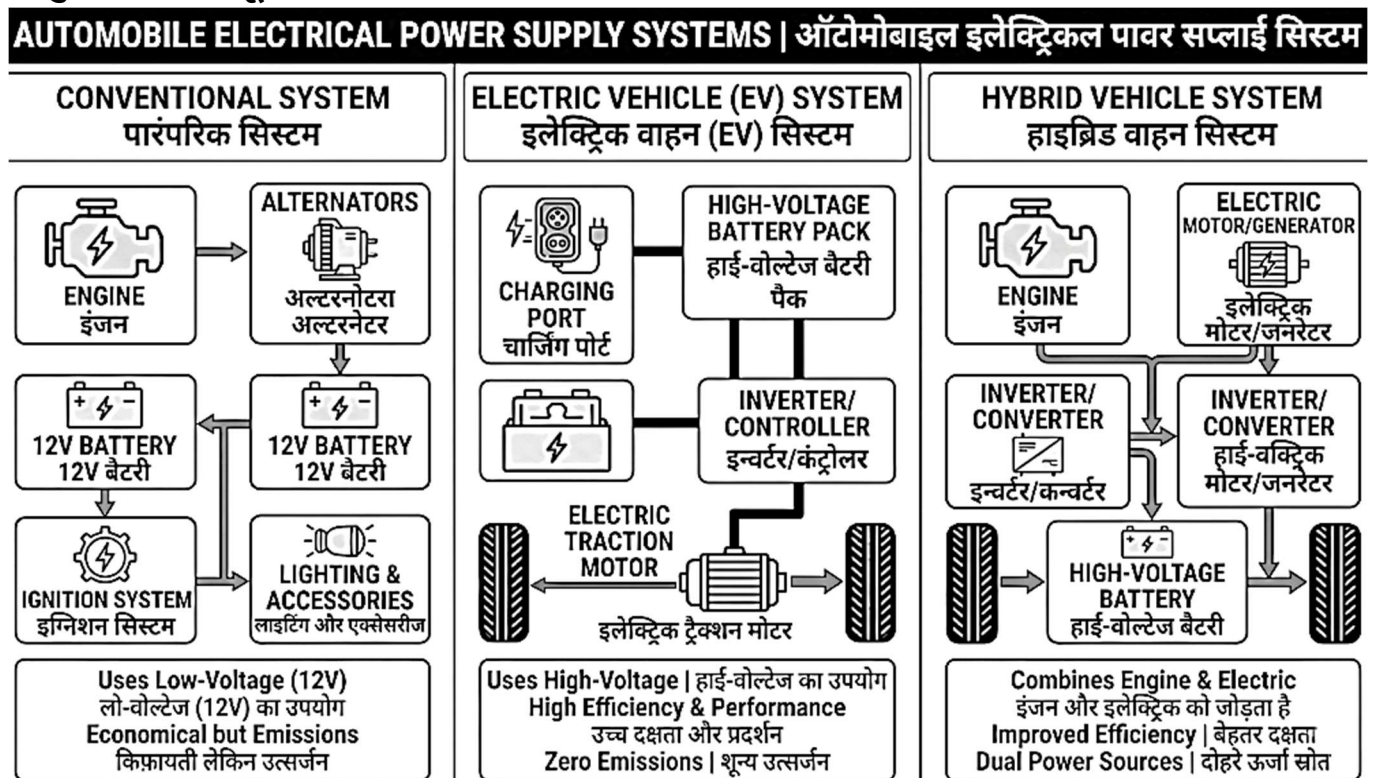

Fig. 7.2: Automobile Electrical Power Supply Systems | ऑटोमोबाइल इलेक्ट्रिकल पावर सप्लाई सिस्टम
**7.2. Types of Automobile Electrical Power Supply Systems (Fig. 7.2)**
**7.2. ऑटोमोबाइल विद्युत शक्ति आपूर्ति प्रणालियों के प्रकार (Fig. 7.2)**